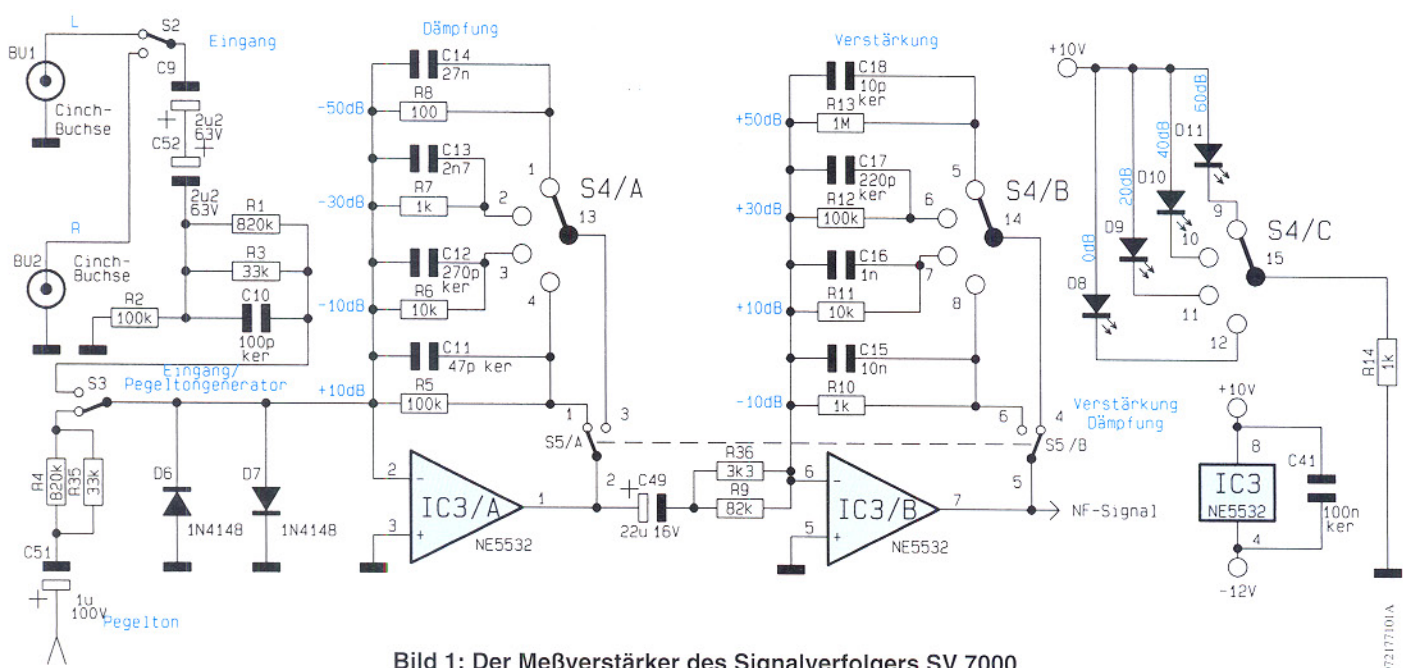

Bild 1: Der Meßverstärker des Signalverfolgers SV 7000
- Bild 1: Meßverstärker
Meßverstärker (Bild 1)
Der in Abbildung 1 dargestellte Meßverstärker hat einen Dynamikumfang von insgesamt 120 dB. Sowohl eine Verstärkung als auch eine Dämpfung von 0 bis 60 dB sind einstellbar.
Die in Abbildung 1 dargestellt E/A-Karte wird über den DSP-Bus-Anschluß (Extender) mit dem DSP-Prozessor verbunden. Benötigt werden von den Signalen des 64poligen Anschlusses der Datenbus, die
Öffnet man den Kodierstecker JP 26 (von COM nach GND), so sind die Eingänge von der DSP-Karte und somit auch vom PC völlig isoliert. Im aktiven Mode werden die Kodierstecker entsprechend Abbildung 1 b gesteckt, wobei keine galvanische Trennung zwischen der DSP-Karte und den 8 Eingängen besteht.